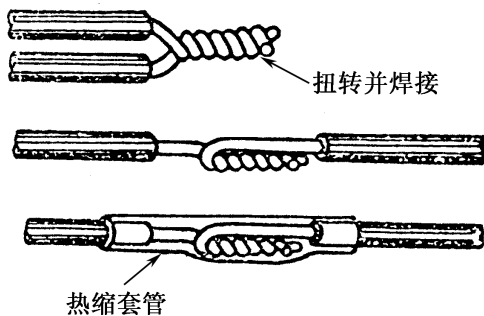

图 2.8 导线焊接操作过程
① 去掉一定长度的绝缘层。
② 除去线芯上的氧化层，并套上合适的绝缘管。
③ 绞合两根线芯，剪齐端部，用电烙铁焊接。
④ 趁热套上绝缘管，冷却后固定在接头处。
⑤ 注意事项：焊接后的接头处不能有毛刺，防止刺穿绝缘套管，导线焊接操作过程如图 2.8 所示。